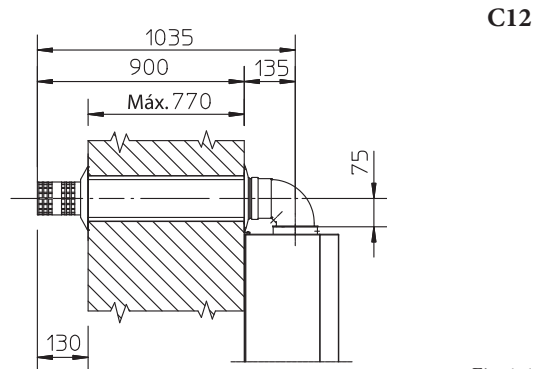

Fig. 1-16
• Aplicação com saída posterior (Fig. 1-16). O comprimento do tubo de 970 mm permite atravessar uma parede de espessura máxima de 775 mm. Normalmente será indispensável encurtar o terminal. Determinar a medida somando estes valores: Espessura parte +